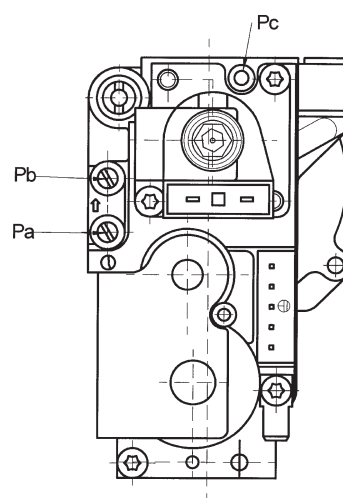

Abb. 8
- Den Druckmessstutzen eines möglichst mit Wassersäule versehenen Differenzdruckmanometers mit dem Druckentnahmestutzen (**Pb**) am Gasregelventil verbinden (Abb. 8).
- Überprüfen, ob der beim Druckverbinder (**Pa**) der Gasventils (Abb. 8) gemessene dynamische Förderdruck des Heizkessel korrekt ist (**50 mbar** für **Propangas** oder **20 mbar** für **Erdgas**).